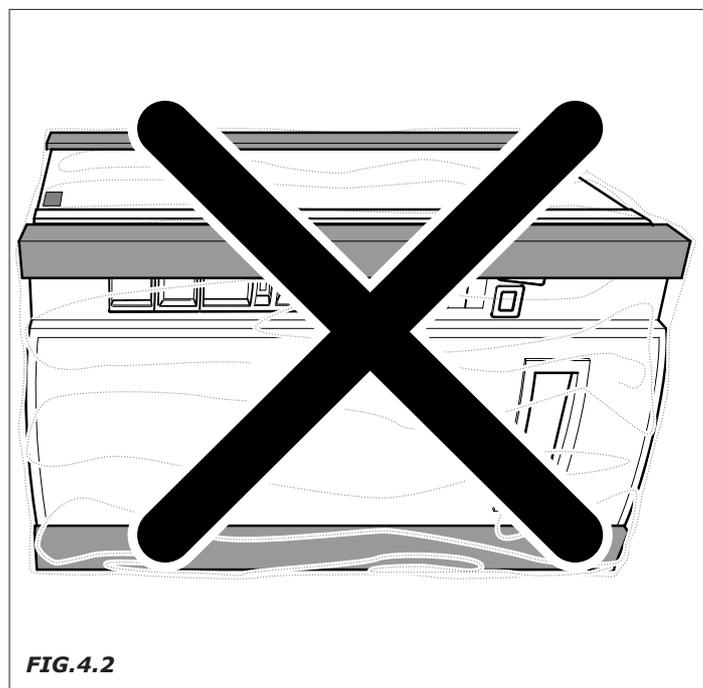

FIG.4.2
**SI NO SE HICIERA ASÍ, EL GRUPO REFRIGERADOR PODRÍA QUEDAR DAÑADO DE MANERA IRREPARABLE (Fig. 4.2).**